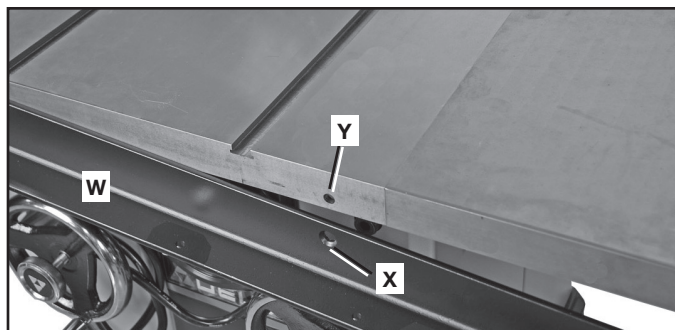

FIG. 11
1. Assembler la barre de guidage avant (W) fig. 11 sur le bord avant de la table de la scie à l'aide des deux vis d'assemblage à tête plate à 6 pans creux de 5/16-18 x 25 mm (1 po) et d'écrous à embase cannelés de 5/16-18.
2. Des vis sont insérées dans les deux grands trous à fraisure (dont l'un est illustré à (X) fig. 11) de la barre de guidage avant et dans les deux orifices (Y) à l'avant de la table de la scie.